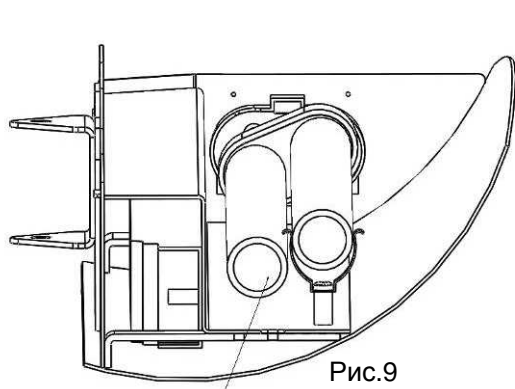

Рис.9
- повернув лампу вокруг продольной оси на угол около 30° завести в клипсу дальнюю от нее колбу, рис.9,10;